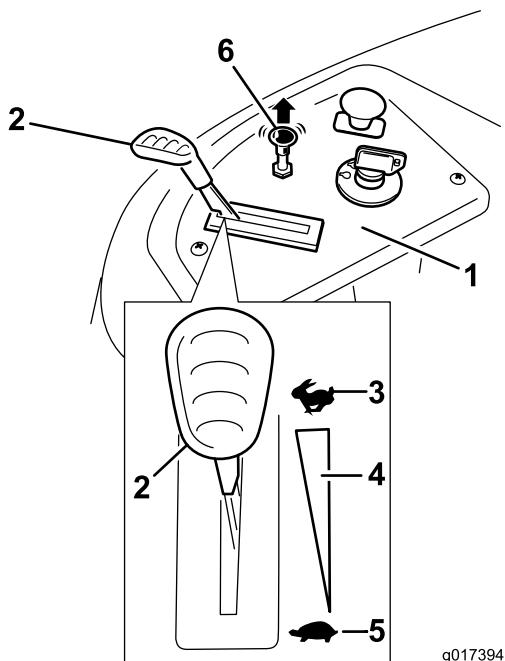

Figura 14
3. Tire del control del estárter hacia arriba antes de arrancar el motor si éste está frío (Figura 14).